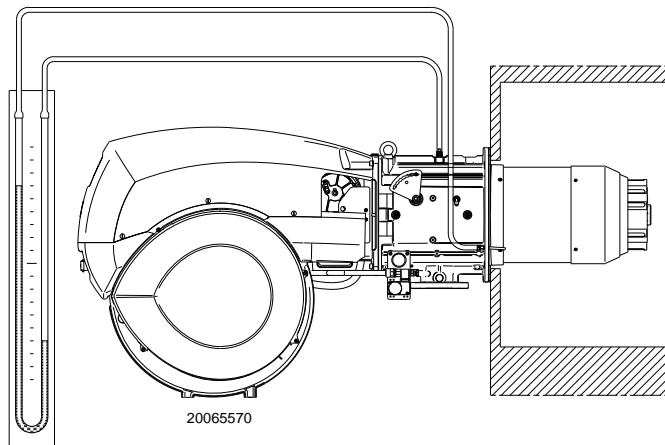

图 25
- 安装一个U型压力计或微分压力计(图25)，使其插座(+)端连接管路接口的燃气压力处，(-)端连接到炉膛。
燃气是否到达燃烧头可通过 U 型压力表查看 (图 25)。